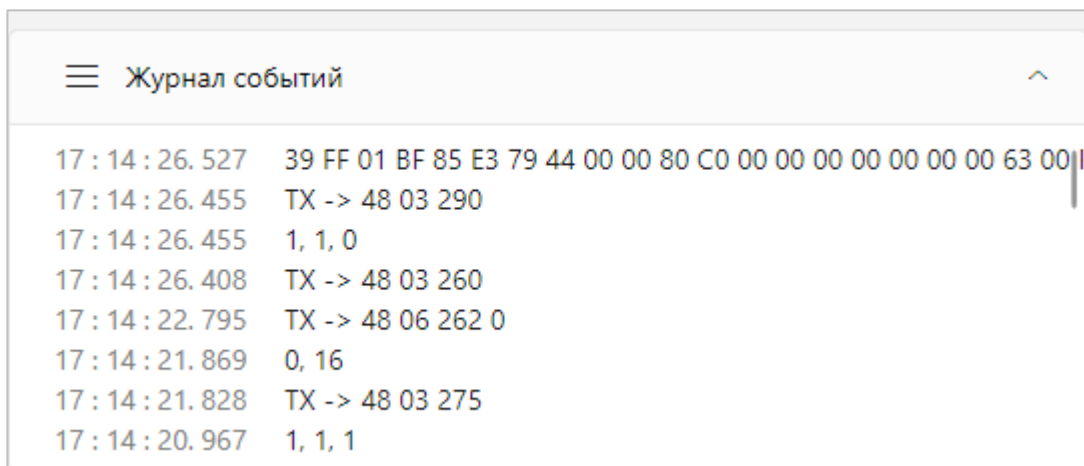

Рисунок 4.7. Утилита LCAIConfig – Журнал событий
6. В нижней части окна находится кнопка открытия Журнала событий – лог обмена данными между утилитой и подключенным ЛЭРС ДТД2 (рис. 4.7).